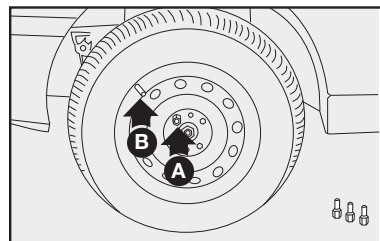

fig. 9
- Introduzca el primer tornillo **A-fig. 9**, en el orificio más cercano a la válvula de inflado **B-fig. 9**.